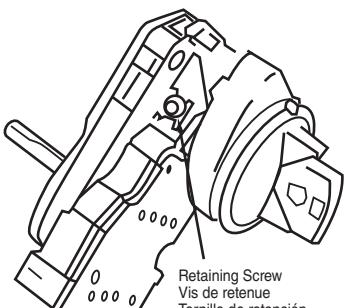

Fig. 3
- A. Insert key in ignition switch. Turn key to LOCK position. Using a torx bit, remove key cylinder retaining screw and bracket (Fig. 3).
- A. Insérer la clé dans le contact d'allumage. Tourner la clé à la position LOCK. Au moyen d'un tournevis à embout hexagonal (Torx), retirer la vis de retenue et le support du bâillet de serrure (fig. 3).
- A. Introduzca la llave en el interruptor de encendido. Gire la llave a la posición LOCK (cerrado). Usando una broca "torx", retire el tornillo que sujetá el cilindro de la llave y el soporte (Fig. 3).